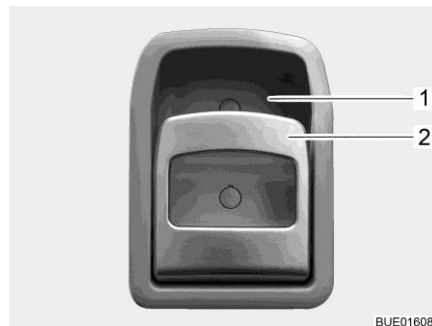

Bild 34 Türschloss (Eingangstür innen)
- Am Griff (Bild 34,2) ziehen. Das Türschloss wird entriegelt bzw. geöffnet.
- Griff (Bild 34,2) oben in Richtung Griffschale (Bild 34,1) drücken. Das Türschloss wird verriegelt.